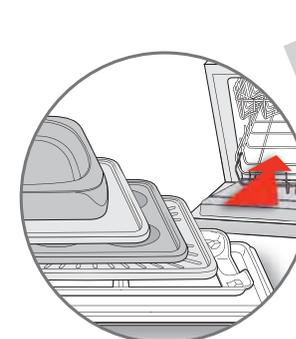

fig. 21
- Les plaques, le bac à jus et le réflecteur doivent être nettoyés après chaque utilisation, soit avec votre liquide vaisselle habituel (pas de grattoir ni de poudre à récurer ni éponge métallique) - fig. 22 soit au lave-vaisselle - fig. 21